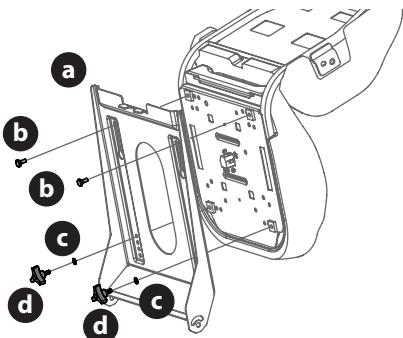

Figura 4
2. Instale el asiento en la bandeja del asiento (a) usando los herrajes proporcionados (Figura 4).
- a. Para el asiento que se ajuste con perillas, inserte los pernos (b) en los orificios traseros y trabe la arandela (c) y las perillas (d) en el frente. Ajuste bien (Figura 4).